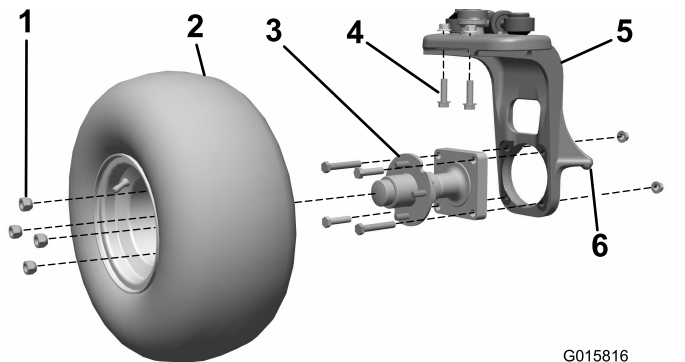

図 1
1. キャスタフォークの吊り上げ部を使ってユニットを吊り上げる **図 1**。
2. ホイールのハブからホイールアセンブリを外す。ラグナットは捨てないこと **図 1**。
3. ホイールハブをキャスタフォークに固定しているボルト4本とナット2個を取り外す **図 1**。外したものはすべて廃棄する。
4. バーチカルステアリングピボットをキャスタフォークに固定しているボルト2本とナット2個を取り外す **図 1**。外したものは廃棄する。